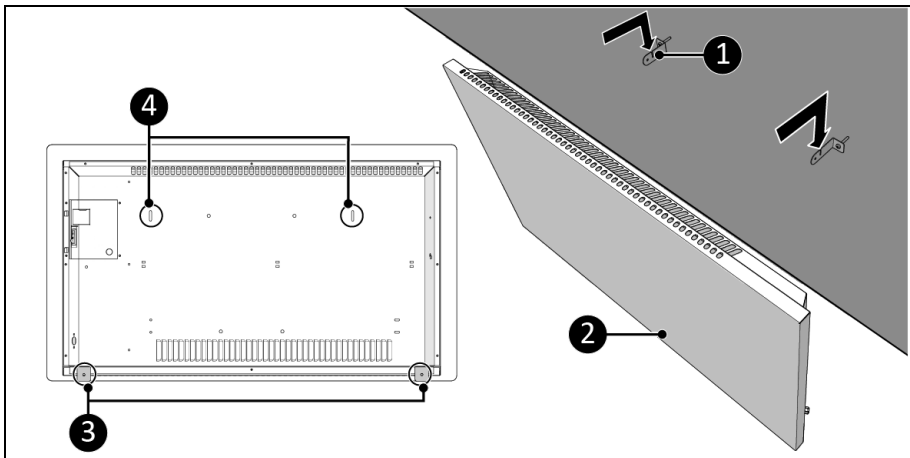

Figure 12
9. Placez les trous des supports (figure 12, pos. 4) sur les supports muraux (figure 12, pos. 1).
10. Glissez l'appareil (figure 12, pos. 2) dans les ouvertures des supports muraux (figure 12, pos. 1).
11. Utilisez les supports de l'appareil (figure 12, pos. 3) pour marquer la position des trous inférieurs sur le mur.
12. Retirez l'appareil des supports muraux (figure 12, pos. 1).